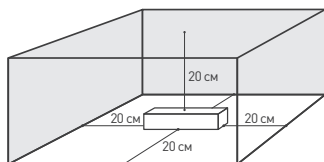

Рис. 2. Свободное пространство вокруг источника
- температура окружающего воздуха от -40 до $+60$ °C, см. график зависимости максимально допустимой нагрузки на источник питания от температуры окружающей среды на рис. 2;